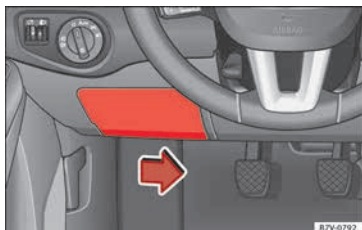

Abb. 60 Auf der Fahrerseite in der Instrumententafel: Abdeckung des Sicherungskastens.
- Zum Entriegeln des Deckels den Betätigungshebel an der Unterseite nach rechts drücken » Abb. 60.